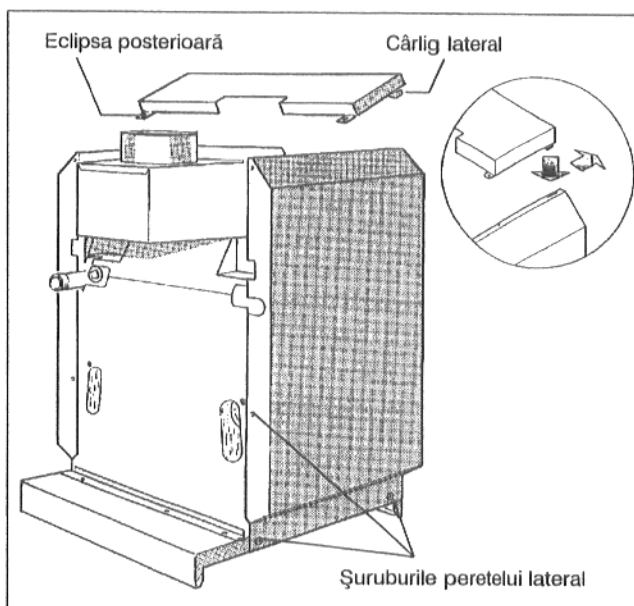

Fig. 11: Pereții laterali și capota frontală a cazanului
- Ambii pereți laterali se vor fixa fiecare jos cu două șuruburi de tablă precum și la partea din spate a cazanului cu un șurub de tablă (Fig. 11).
- Ambele cârlige laterale ale capotei frontale ale cazanului se vor îndoi cu un clește și se vor introduce din spate în găurile lunguiețe ale teșiturii peretelui lateral (Fig. 11).
- Ambele eclipse posterioare ale capotei frontale a cazanului se va fixa cu două șuruburi de tablă la pereții laterali (Fig. 11).